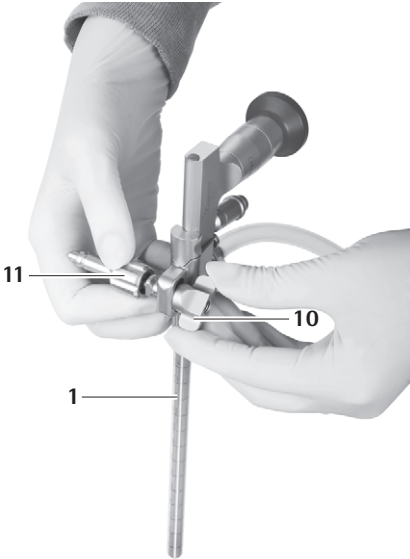

Fig. 19
- ▶ Enroscar a porca de orelhas 10 até o adaptador de braço de suporte 11 ficar fixo, ver Fig. 19.